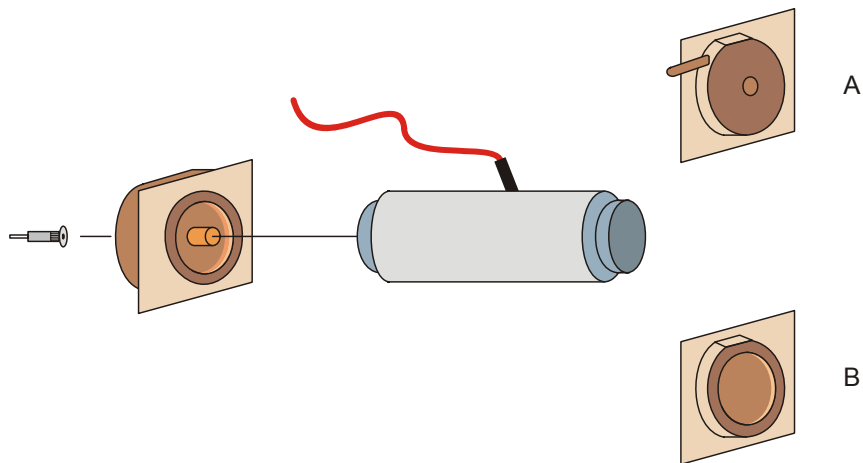

Fig. 6 Montagem da câmara de ionização (A para pressão baixa, B para pressão atmosférica normal)
- Montar a câmara de ionização conforme a fig. 6.